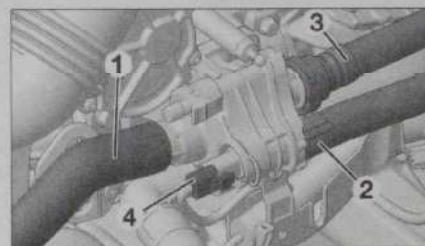

Fig. 26
- les durits (1) et (2) (Fig. 26),
- le tube (3).
- Débrancher le connecteur (4) de la sonde de température.